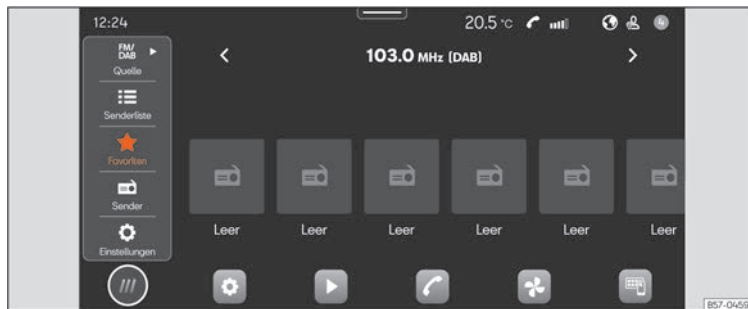

Abb. 164 Schematische Darstellung: Ansicht Radio.
- Drücken Sie **HOME** > >>> **[Abb. 164]**.